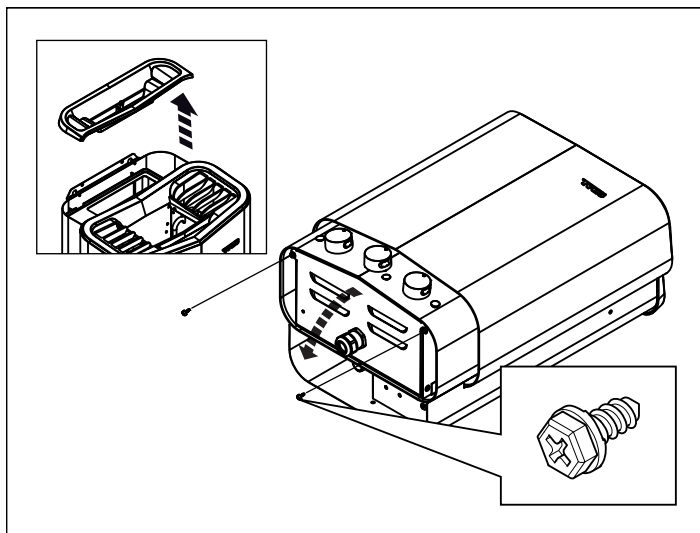

Fig 5: Öppna/stänga luckan
1. Ta bort locket till vattentanken och lägg aggregatet med fronten upp (se Fig 5).
2. Lossa skruvarna och öppna luckan (se Fig 5).
4. Stäng luckan och skruva i skruvarna, (se Fig 5).